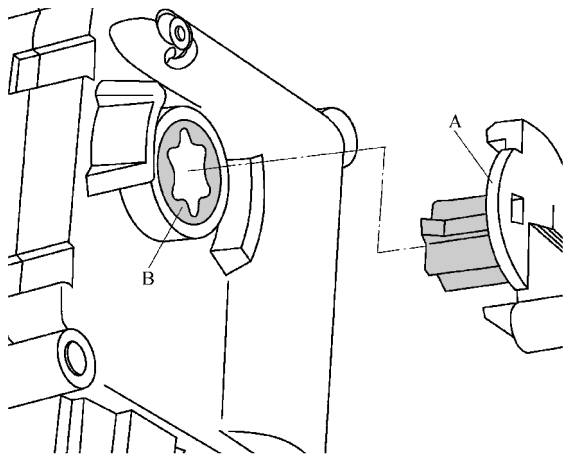

图 8-3-19 检查连接元件的位置
5) 如图 8-3-19 所示, 检查连接元件的位置, 伺服电动机的托架 A 和连接元件 B 之间不允许有间隙。